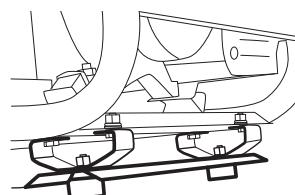

Рис. 3
- Присоедините виброопоры с планкой к раме генератора закрепите их болтами и гайками, надежно протяняте резьбовые соединения вибропор и планки (Рис. 3).